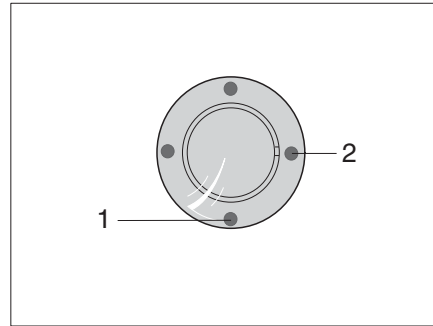
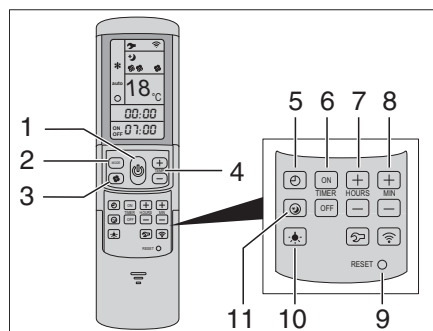

Fig. 255 Receptor IR/Indicación de la función
Fig. 256 Mando a distancia
La instalación de aire acondicionado está colocada en el techo del vehículo. El mando a distancia (Fig. 256) de la instalación de aire acondicionado está en la zona de la cocina.
- Conectar el vehículo a la alimentación de 230 V. La instalación de aire acondicionado está lista para el funcionamiento. El LED azul (Fig. 255,1) se enciende.
- Para conectar pulsar la tecla (Fig. 256,1) en el mando a distancia. El LED azul (Fig. 255,1) parpadea.
- Ajustar con la tecla MODE (Fig. 256,2) el modo de funcionamiento deseado.
- Si es necesario, ajustar con la tecla (Fig. 256,3) el nivel deseado del ventilador y con las teclas (Fig. 256,4) la temperatura ambiente.
Una vez alcanzada la temperatura ajustada en mando a distancia, el LED azul (Fig. 255,1) se apaga, el compresor se apaga y el ventilador de circulación de aire continúa funcionando.
- Para la desconexión pulsar de nuevo la tecla (Fig. 256,1) en el mando a distancia.
- Para la programación, encender la instalación de aire acondicionado con la tecla (Fig. 256,1) en el mando a distancia.
- Con la tecla (Fig. 256,2) ajustar el modo de funcionamiento deseado y con las teclas (Fig. 256,4) la temperatura ambiente.
- Con las teclas (Fig. 256,6) seleccionar la función deseada:
- Con las teclas (Fig. 256,7 y 8) seleccionar la hora de conexión deseada (15 minutos hasta 24 horas).
- Confirmar el ajuste con "ON" o "OFF" (Fig. 256,6).